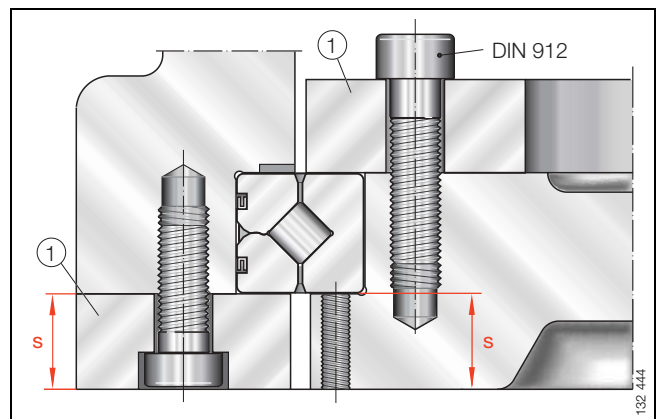

Bild 3 · Kreuzrollenlager SX durch Klemmringe fixiert
Zum Befestigen der Kreuzrollenlager SX haben sich Klemmringe ① bewährt (Bild 3).